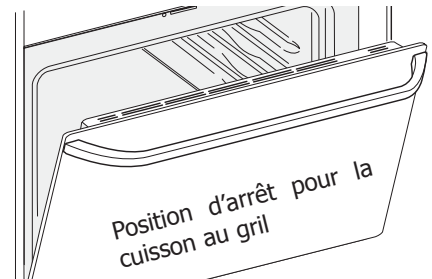

Figure 1
6. Placez la lèchefrite sur la grille du four. **Ouvrez la porte du four à la position d'arrêt pour le grillage (Figure 1).**